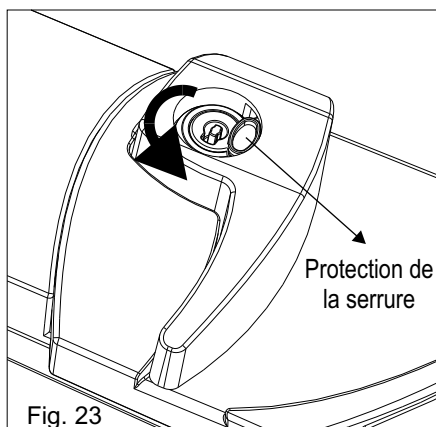

Fig. 23
- 1) Tourner la protection de la serrure (fig. 23) en sens inverse des aiguilles d'une montre;